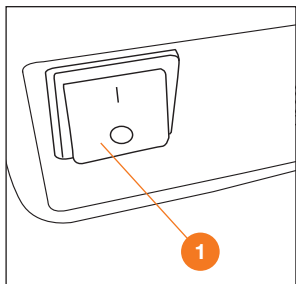

Рис. 13
Включите опрыскиватель переводя клавишный выключатель ① в положение «I» или удерживая кнопку «START/STOP» 3 секунды (DSA 5Li / DSA 7Li MIX / DSA 10Li), после чего насос опрыскивателя заработает и начнет создавать давление. Создав номинальное давление, насос автоматически отключится (Рис. 13).
- Для этого переведите выключатель **1** в положение «**0**» (Рис. 13).